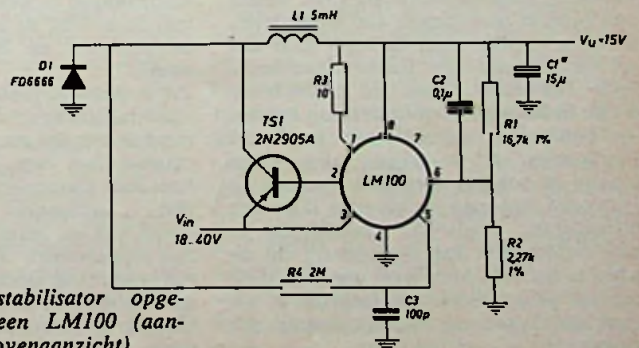

Fig. 5. Schakelende stabilisator opgebouwd rond een LM100 (aansluitingen in bovenaanzicht).
stitutie van deze waarde in (4) levert voor L_1 een waarde op van $1,45 \text{ mH}$. Voor de capaciteit van C_1 volgt uit (6) een waarde van $57,5 \mu\text{F}$. In de schakeling van fig. 5 is voor C_1 een standaardwaarde van $47 \mu\text{F}$ gekozen en is L_1 hierop aangepast tot $1,7 \text{ mH}$. De schakelfrequentie die met deze schakeling langs experimentele weg gevonden werd is 60 kHz en de top-top waarde van de rimpelspanning 20 mV . De tamelijk grote verschillen tussen berekende en langs experimentele weg gevonden waarden behoeven geen verontrusting te wekken omdat bij het afleiden van de vergelijkingen tal van vereenvoudigingen werden toegepast. Desondanks vormen deze vergelijkingen een gemakkelijke methode om een groot aantal van elkaar afhankelijke variabelen zo te hanteren dat